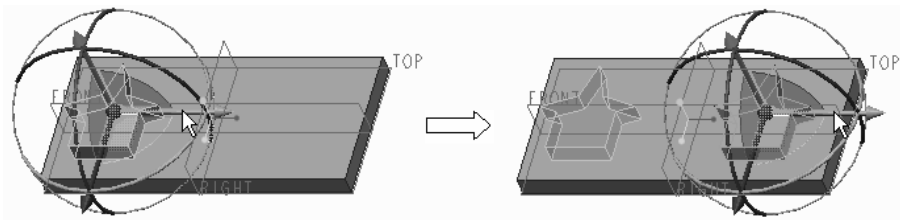

图 9-16 使用拖动器平移选定图形几何
④ 在“变换”面板中单击“使用拖动器移动”按钮，在功能区中出现“移动”选项卡，并且在所选图形几何区域出现一个原点和方向均为“自由（默认）”的 3D 拖动器。
⑤ 在拖动器中按住一条水平控制柄并沿着该控制柄轴线来平移选定图形几何，如图 9-16 所示。